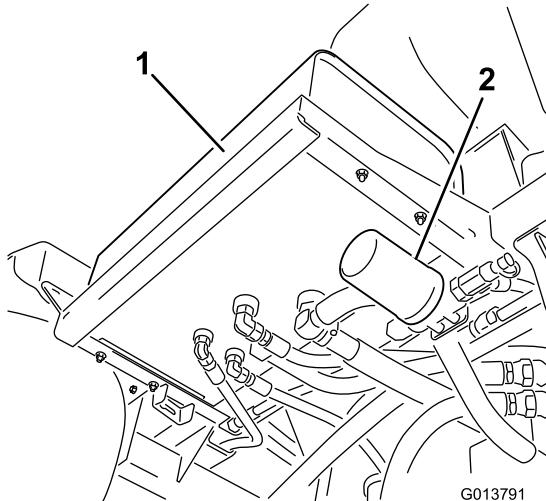
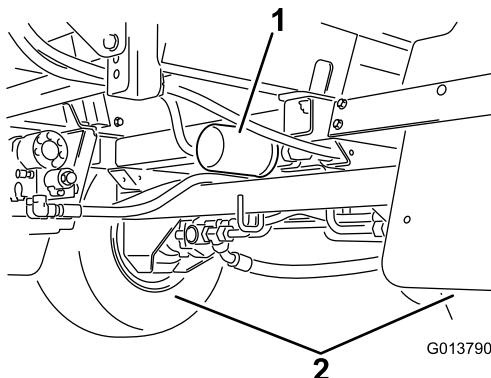

Figura 98
Figura 99
- Localice los dos filtros hidráulicos en la máquina (Figura 98 y Figura 99).